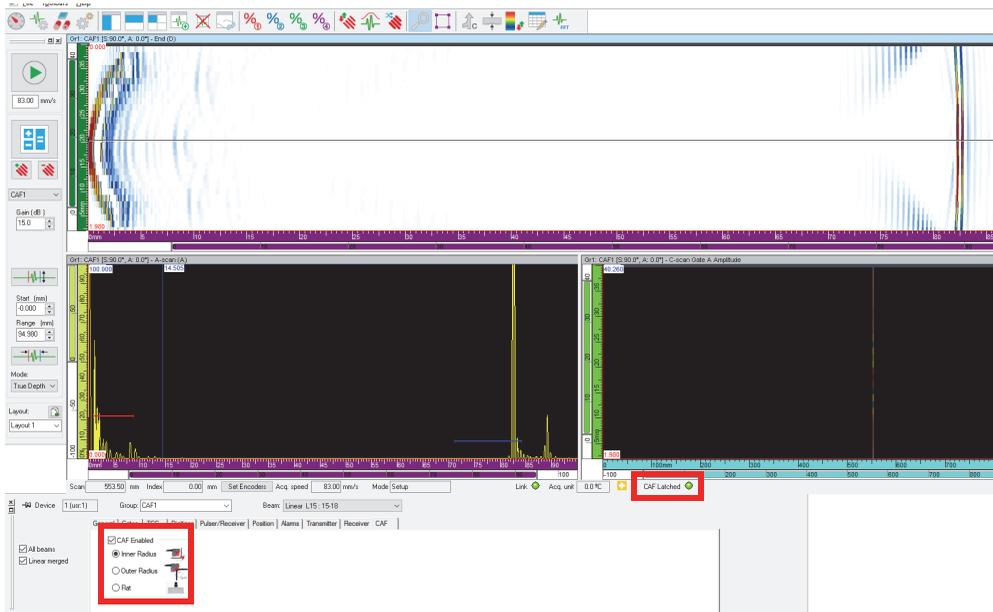

图 4-60 选择并启用CAF类型
8. 在CAF选项卡中 (位于UT设置对话框中), 选择CAF Enabled (启用CAF) 复选框, 然后选择表面类型 (参见第149页的图 4-60)。